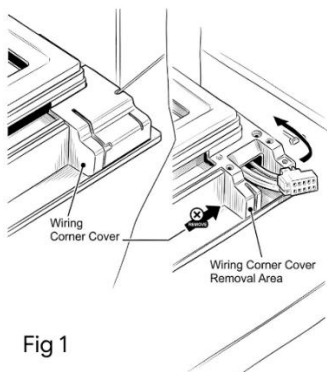

Fig 1
1. Вставьте тонкий ломовой инструмент или зонд в шов пластиковой угловой крышки с той стороны, где находится жгут проводки для двери. Аккуратно поднимите, чтобы освободить пластиковые язычки. Отодвиньте пластиковую крышку от угла дверной рамы, следя за тем, чтобы не потянуться и не повредить открытую проводку под ней. (Рис. 1)
3. Переместитесь в противоположный угол дверного проёма. Используйте ломовочный инструмент, чтобы поднять и отстегнуть пустую, цельную пластиковую декоративную крышку. Поднесите заготовительную крышку к начальному углу, где вы сначала сняли крышку проводки. Выровняйте её с пустым пазом в угловой раме и плотно прижимайте пальцами, пока она не защёлкнётся, получив чистое и бесшовное покрытие. (Рис. 1)